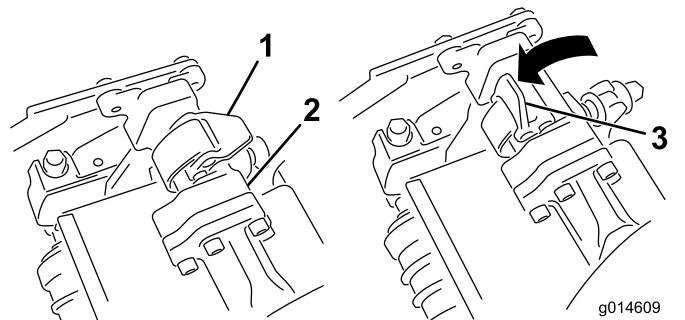
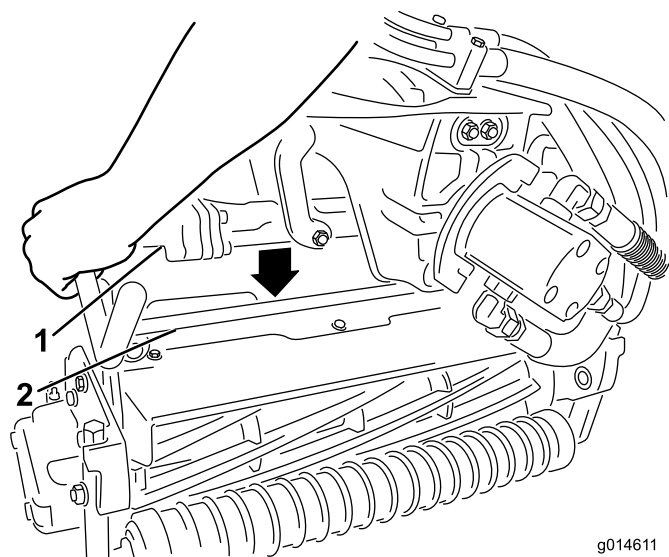

図 36
図 37
4. サスペンションアームのバーについているラッチを上向き開いた状態にして **図 36**、サスペンションアームを押し下げて、バーを、カッティングユニットのバーの上に被せるようにする **図 37**。
5. ラッチを下げて閉じるとカッティングユニットのバーがロックされてユニットがアームにセットされる **図 36**。
5. 取り外したいカッティングユニットのサスペンションアームのバーについているラッチを開く(図 36)。